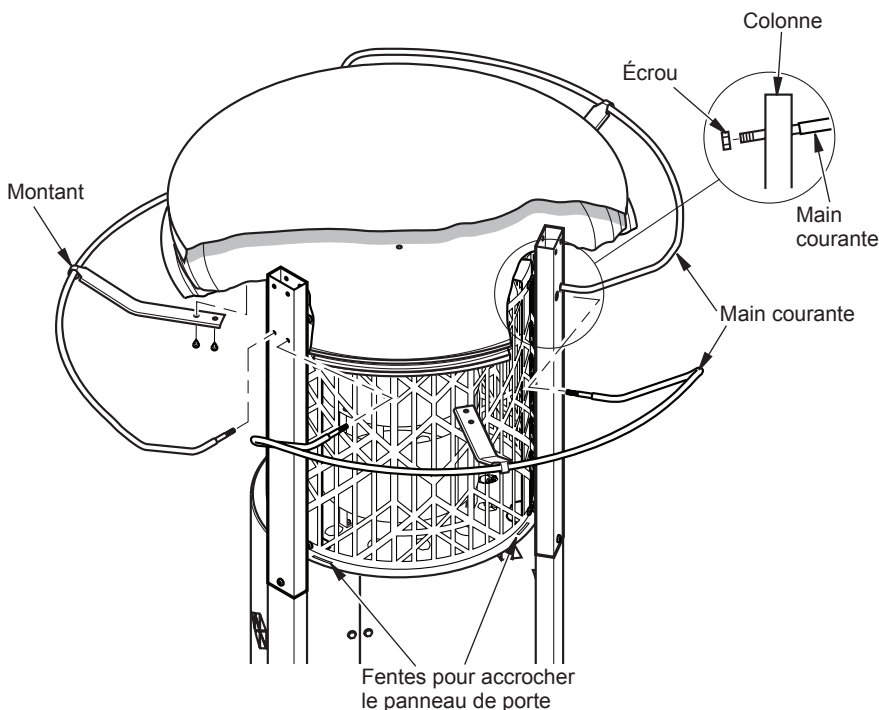

Figure 11 - Assemblage des mains courantes (dessus et déflecteurs non illustrés pour plus de précision)
18. Faites coulisser les montants sur les mains courantes, comme illustré à la figure 11. La partie courbée des montants doit être orientée vers le bas.
19. Insérez les mains courantes dans les trous des colonnes (voir figure 11). Les mains courantes passeront entièrement à travers les colonnes. Vissez 1 écrou (G) aux extrémités des mains courantes comme illustré à la figure 11.
20. Fixez les montants au déflecteur inférieur avec 2 vis (F) chaque, comme illustré à la figure 11.